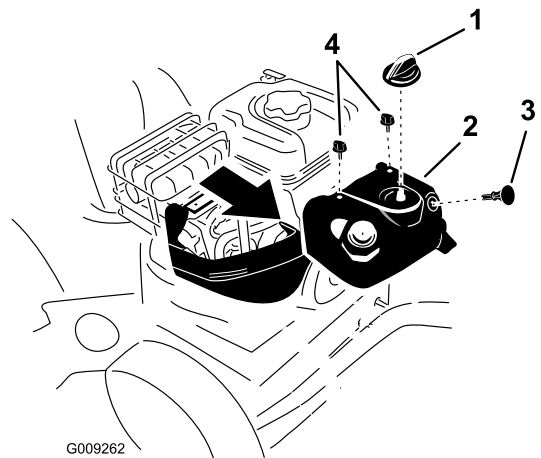

Figure 51
Remarque: Vous devez déposer le capot anti-neige pour accéder à la bougie d'allumage (Figure 51).
1. Enlevez la commande de starter et la clé de contact (Figure 51).
2. Enlevez les 2 vis qui fixent le capot anti-neige à la fraise à neige (Figure 51).